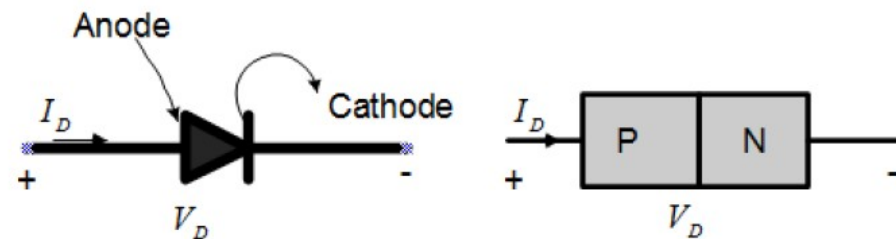

Fig.1 : Constitution et symbole d'une diode à jonction PN.
- Une diode est un dipôle passif et non-linéaire. Passif parce que ce composant ne peut jamais fournir d'énergie au circuit et non linéaire parce que la tension à ses bornes n'est pas proportionnelle au courant. Pour former une diode, on utilise un matériau semi-conducteur (le silicium en général) sur lequel on crée une jonction en dopant différemment deux zones, c'est-à-dire en ajoutant des impuretés qui modifient le comportement électrique de la substance. On crée ainsi une zone P et une zone N (*figure 1*). cause des propriétés particulières des semi-conducteurs, la circulation